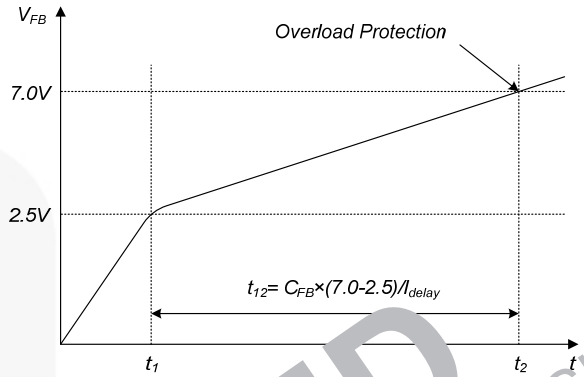

图 22. 过载保护
**4.1 过载保护 (OLP):** 过载定义为负载电流因意外异常事件而超过正常值。这种情况下, 应当触发保护电路而停止  $C_{FB}$ 。然而, 即使 SMPS 正常运行, 在负载过渡过程中也可能触发过载保护电路。为了避免出现这种不必要的工作状况, 特定时间后触发过载保护电路确定这是瞬态情况还是真正的过载情况。由于逐脉冲限流能力, 通过 SenseFET 的最大峰值电流受限, 因此, 通过特定的输入电压限制最大输入功率。如果输出消耗的功率超过最大功率, 输出电压 ( $V_{OUT}$ ) 降低至设定电压以下。这样会降低通过光电耦合器 LED 的电流, 同时减少光电耦合器晶体管电流, 进而增大反馈电压 ( $V_{FB}$ )。如果  $V_{FB}$  超过 2.5 V, D1 受阻, 并且 2.0  $\mu$ A 的电流源开始缓慢向  $C_{FB}$  充电。在这种状况下,  $V_{FB}$  持续增加直至达到 7.0 V, 此时开关操作终止, 如图 22 所示。关断延迟时间为通过 2.0  $\mu$ A 的电流将  $C_{FB}$  从 2.5 V 充电至 7.0 V 所需的时间。通常